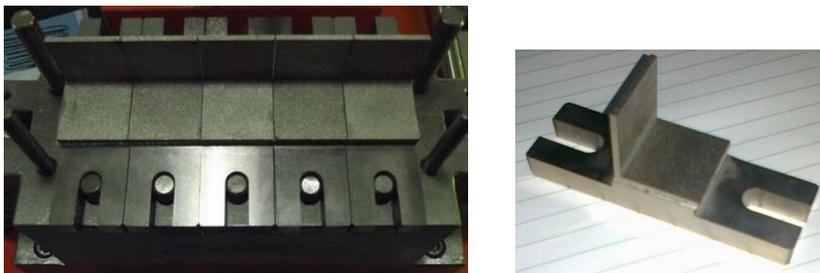

图 7
6.2.10 按住夹紧板之夹片，将夹紧板取出，使用刀片，将五组试样座上的试样分别切开去毛边即可。（见图 7）